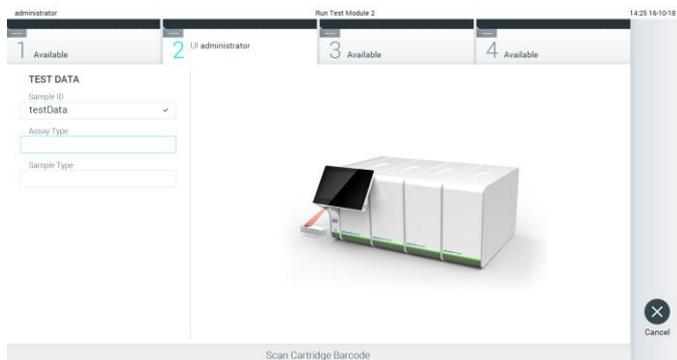

Abbildung 24: Scannen des Barcodes der QIAstat-Dx Assay-Kartusche
3. Scannen Sie nach Aufforderung den Barcode der zu verwendenden QIAstat-Dx Assay-Kartusche. Der QIAstat-Dx Analyzer 1.0 erkennt den auszuführenden Assay automatisch anhand des Barcodes der QIAstat-Dx Assay-Kartusche (Abbildung 24, nächste Seite).